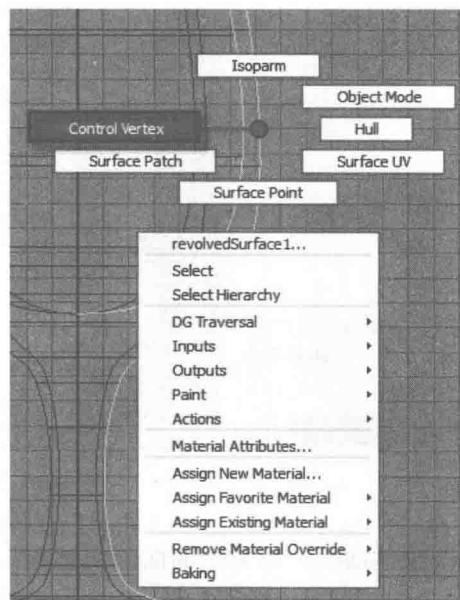

图 1-18
4) 在曲线上单击鼠标右键, 弹出右键快捷菜单。通过单击 Control Vertex (控制点) 按钮启动 “CV 编辑点” 模式, 如图 1-18 所示。